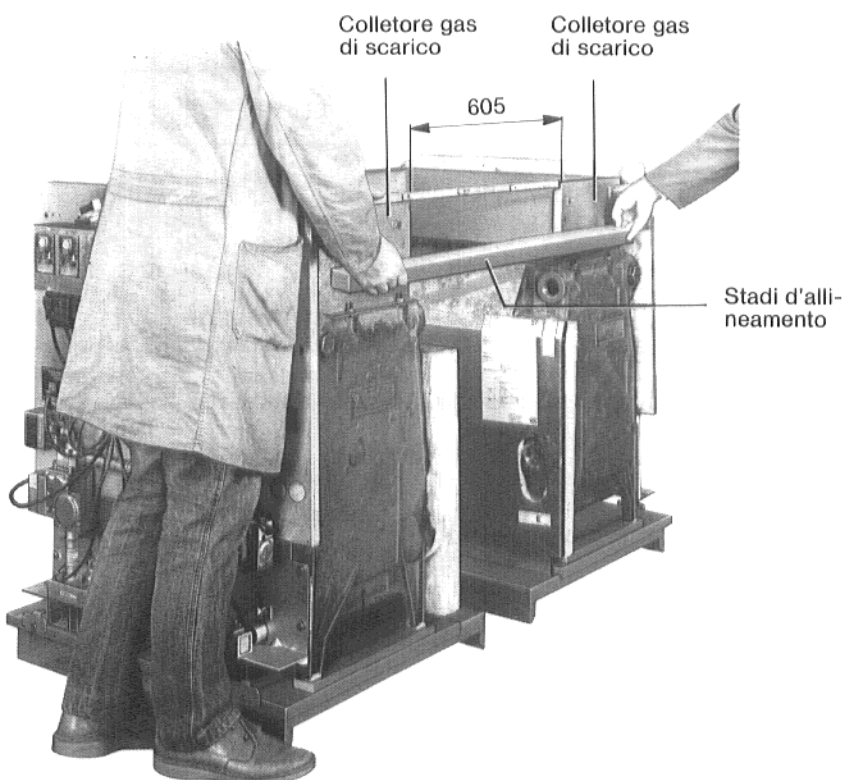

Fig. 6: Posa in opera di blocchi caldaia
- Posare il secondo blocco, allinearli al primo per mezzo di una stadia, tenuta lateralmente ai collettori dei gas di scarico (vedi Fig. 6).